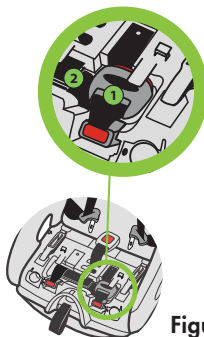

Figure 130
Retirez l'ajusteur (1) et la ceinture d'ancrage DUA (2) de leur position de rangement dans le fond du siège, tel qu'illustré dans la **Figure 130**.